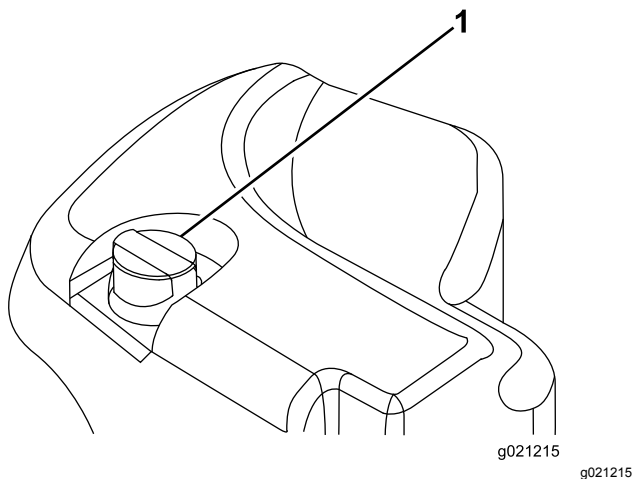

Figura 67
2. Limpie la zona alrededor del cuello de llenado y el tapón del depósito hidráulico (Figura 67).